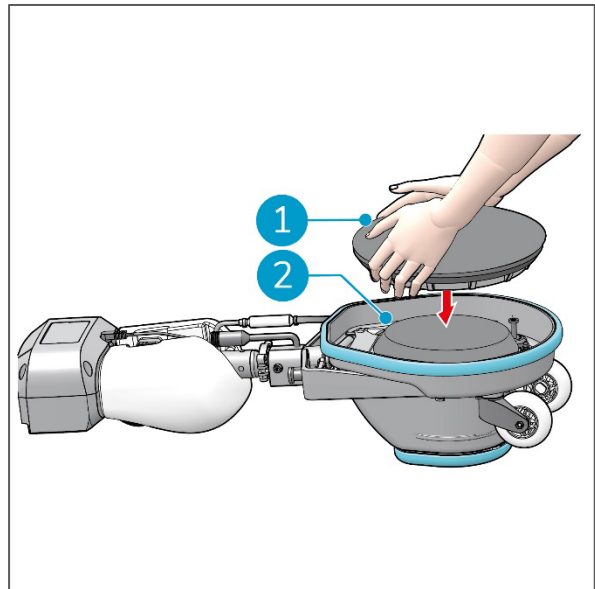

Figure 17
2. Posez l'i-scrub sur le dos avec la poignée posée sur le sol (Figure 17).
4. Placez le support de tampon d'entraînement (Figure 17, pos 1) sur le plateau de support (Figure 17, POS 2).